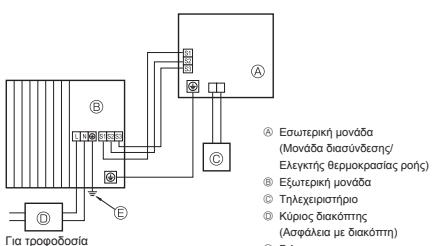
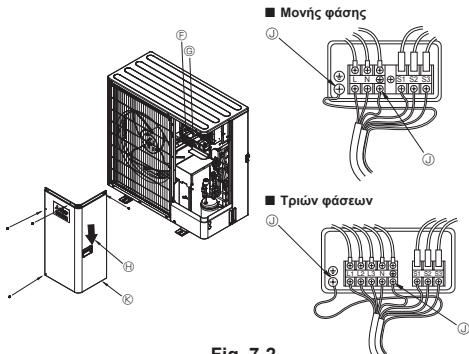

Fig. 7-1
Fig. 7-2
7.1. Εξωτερική μονάδα (Fig. 7-1, Fig. 7-2)
① Αφαιρέστε το πλαίσιο συντήρησης.
② Συνδέστε τα καλώδια που αναφέρονται στην Fig. 7-1 και στην Fig. 7-2.